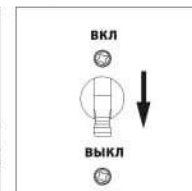

Рисунок 7.
7. Переведите выключатель двигателя в положение «Работа» (рис. 7).